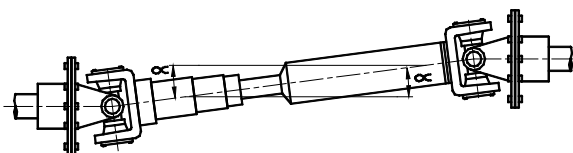

Fig. 8. Acoplamiento tipo cardán
6.5.2 Acoplamiento tipo cardán (Ver Fig. 8)